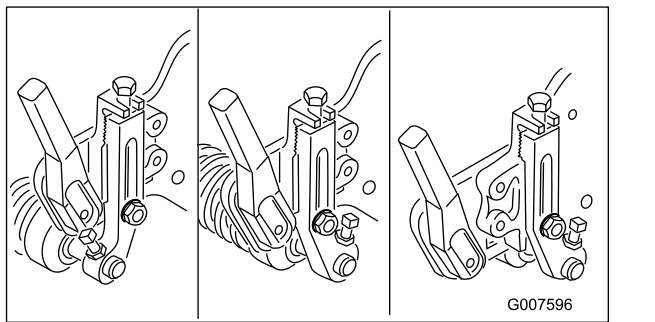

図 57
**注** 芝刈り作業の種類や好みにより、前ローラの取り付け方は、以下の種類から選択します 図 57。